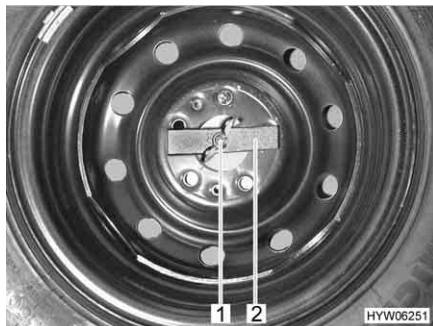

Fig. 207 Ruota di scorta nel gavone di coda
- Svitare manualmente il dado ad alette (Fig. 207,1) e rimuoverlo.
- Rimuovere la barretta di compressione (Fig. 207,2).